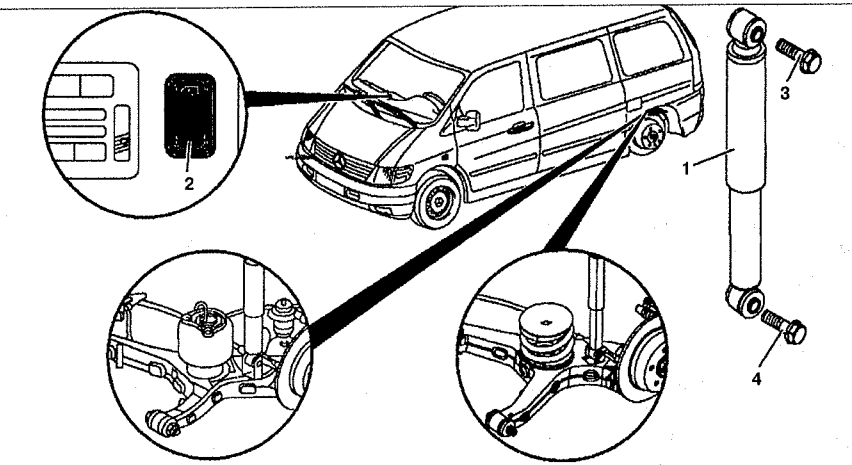

Рис. 7.16. Амортизатор: 1. Амортизатор, 2. Сервисный выключатель, 3, 4. Болты.
1. Открутите болт 4 крепления амортизатора к нижнему рычагу (см.рис.7.16).